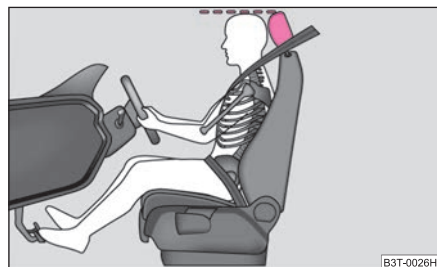

Fig. 146 El ajuste correcto del reposacabezas del conductor
- Ajuste el reposacabezas de tal modo, que el borde superior del mismo se encuentre de ser posible a la misma altura que la parte superior de su cabeza ⇒ fig. 146.
⇒ página 153, fig. 146.